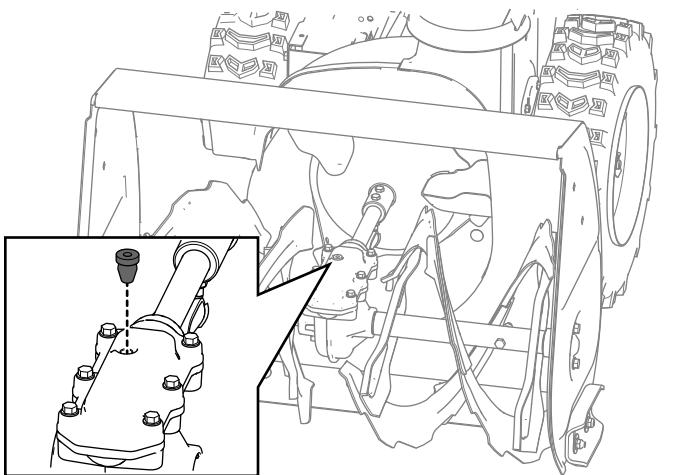

Рисунок 30
- Очистите область вокруг заглушки трубы и снимите заглушку трубы с редуктора (Рисунок 30).